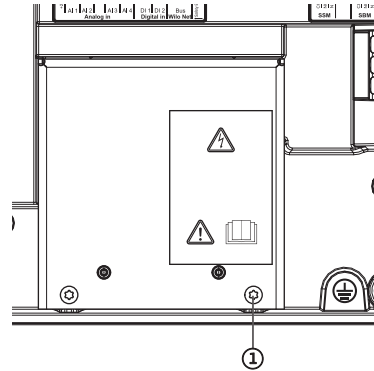

Fig. 113: EMV-Schutzblech
4. Schrauben des EMV-Schutzblechs (Fig. 113, Pos. 1) lösen und Schutzblech entfernen.